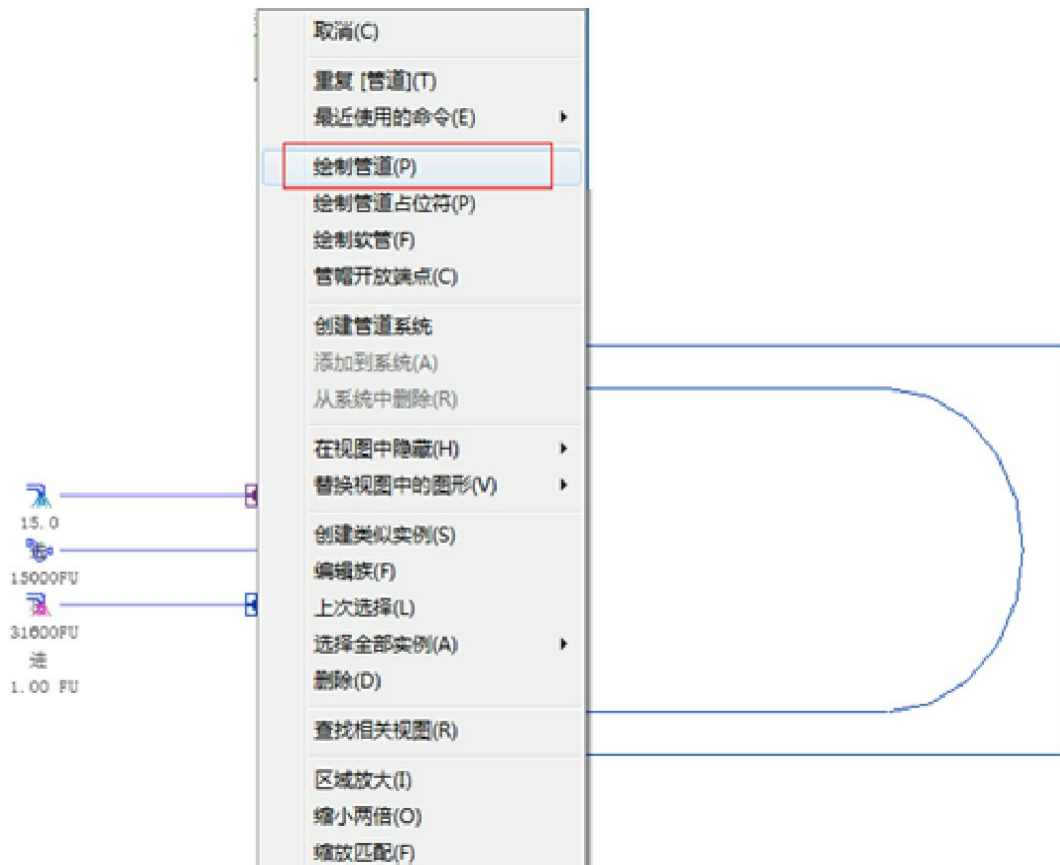

图3-28
- 单击浴盆，用鼠标右键单击其冷水管道连接件，在弹出的快捷菜单中选择“绘制管道”命令。在连接件上绘制管道时，按空格键，可自动根据连接件的尺寸和高程调整绘制管道的尺寸和高程，如图3-28所示。